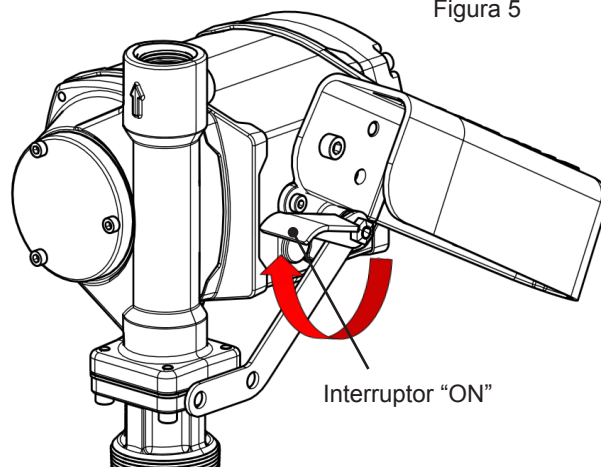

Figura 5
3. Mueva la palanca del interruptor a la posición "ON" (alta) para encender la bomba (Figura 5). La bomba debería encenderse y quedar lentamente en funcionamiento inactivo.